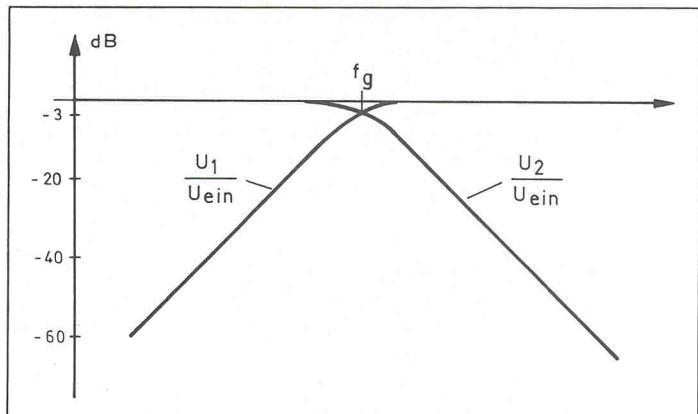

Bild 5.
1. Ordnung. Bild 5 zeigt beide Funktionen. Machen wir den Integrator abstimmbar, indem wir für R_2 ein Potentiometer einsetzen, so lassen sich beide Funktionen ‘synchron’ durchstimmen.